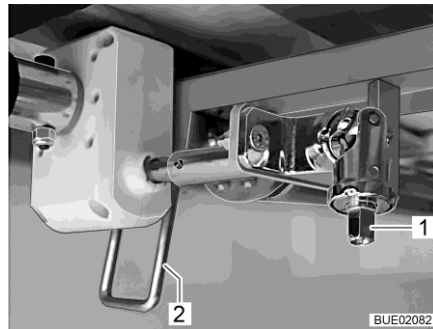

Bild 137 Höhenverstellung
- Kurbel auf Zapfen (Bild 137,1) stecken.
- Hebel (Bild 137,2) in senkrechte Stellung nach unten schwenken.
- Hebel (Bild 137,2) in waagrechte Stellung nach oben schwenken.